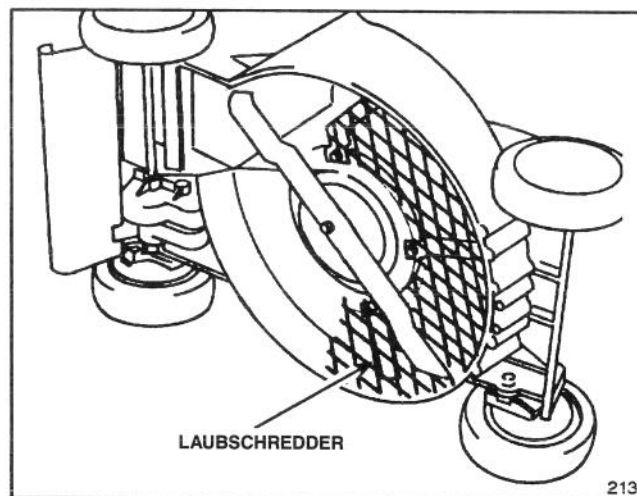

Abbildung 35
3. Laubschredder-Kit, Modell Nr. 59180—In Minuten auf der Unterseite des Mähers montierbar, ohne daß Mähmesser abgenommen werden muß. Zerkleinert Blätter und erlaubt damit sauberes Absaugen in den Grasfangsack und praktische Entleerung (Abb. 35).